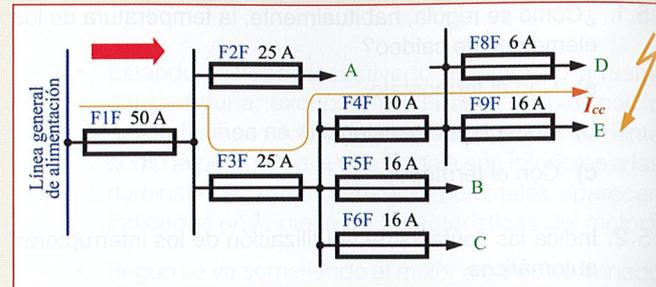

**Figura 5.33.**
**5.15.** En la Figura 5.33 se muestran las curvas de fusión de una gama de cartuchos fusibles comerciales. Determina cuál será el tiempo de fusión de los siguientes fusibles para una corriente de 50 A: